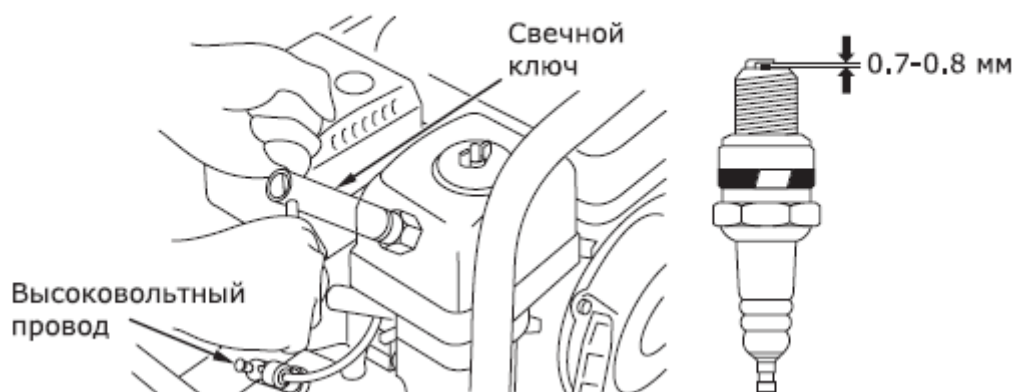

Рис. 12 – Обслуживание свечи зажигания
- Выверните свечным шестигранным ключом (входит в комплект поставки) и осмотрите свечу (рис. 12).
- Проверьте величину зазора между заземляющим и центральным электродами, используя специальный щуп. При необходимости установите зазор 0,7 – 0,8 мм (рис. 12).